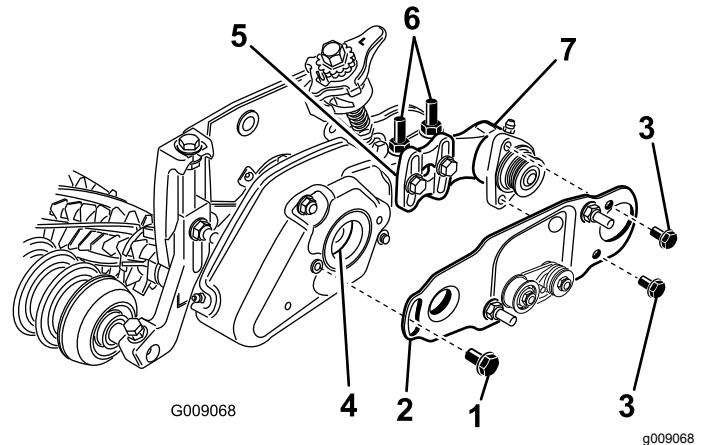

図 27
12. ローラブラシベアリングハウジングをローラブラシ取り付けブラケットに固定しているボルトをゆるめる 但し外さないこと 図 27。
13. ローラブラシピボットプレートを取り付ける 図 27。ピボットプレートの突起部をグロームカバーのグロメットに差し込んだ時、グロメットがカバーに正しく着座しているように注意すること。
14. 5/16 x 5/8 in ボルト2本に 243 ロクタイト青を塗り、これを使ってブラシプレートをローラブラシベアリングハウジングに取り付ける 図 27。ボルトを 20-25 N·m 2.0-2.5 kg·m = 15-19 ft·lb にトルク締めする。
- ローラブラシ取り付けブラケットをカuttingユニットのサイドプレートに固定しているフランジナット2個をゆるめる 図 27。
- ブラシプレートがカuttingユニットのサイドプレートに平行になるまでローラブラシベアリングハウジングを回転させる 図 27。
- ローラブラシ取り付けブラケットをカuttingユニットのサイドプレートに固定しているフランジナット2個を締め込む 図 27。
19. ショルダボルトにロクタイト243 青を塗布する 図 27。ショルダボルトを使って、ブラシプレートをグルーマカバーに取り付ける。\(図 27\)。ボルトを 20-25 N·m 3.7-4.6 kg·m = 15-19 ft·lb にトルク締めする。